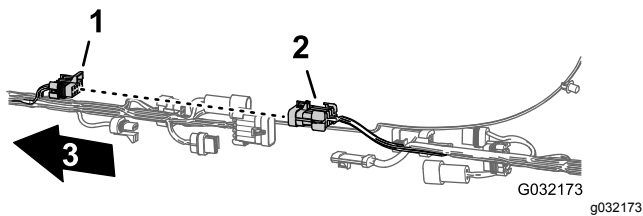
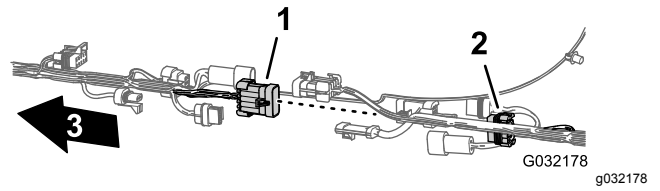

Figura 15
Figura 20
2. Desconecte los 6 pares de conectores que unen los arneses de cables delantero y trasero, según se muestra en la Figura 15 hasta la Figura 20.